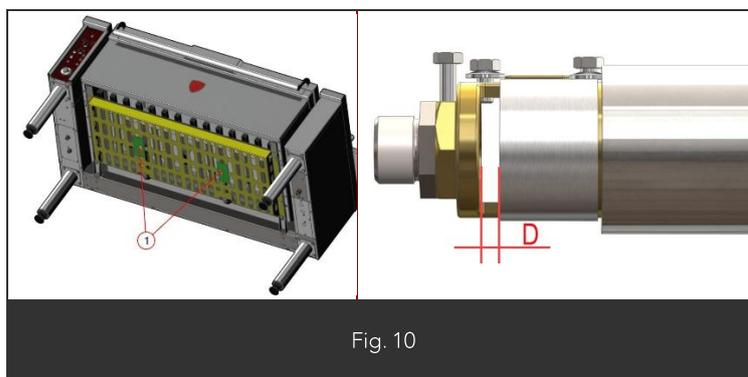

Fig. 10
Nomenclature fig.10
3.2. Sécurité de basculement de cuve fig.10